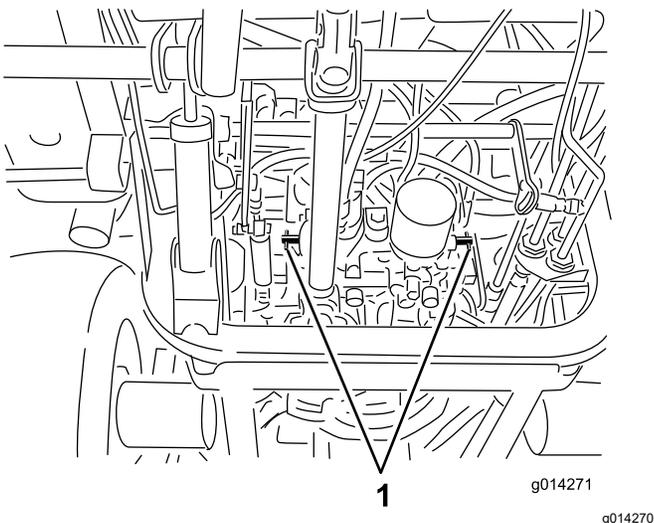

Figure 25
3. Tournez chaque vanne de dérivation d'un tour dans le sens antihoraire (Figure 25).
1. Tournez chaque vanne de dérivation d'un tour dans le sens horaire et serrez-les à la main (Figure 25).
2. Serrez-les vannes à 8 N·m (71 po-lb) environ, comme montré à la Figure 25.